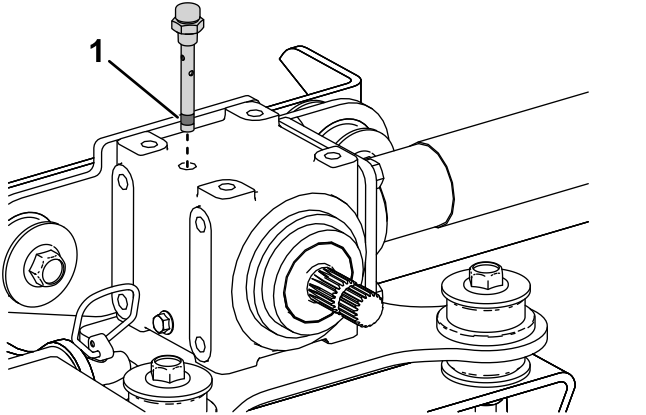

图 24
2. 请从齿轮箱顶部拆下通气塞图 24 确保润滑油介于通气塞下部的加注标记之间。如果润滑油油位较低请添加足够的润滑油直至油位介于标记之间。